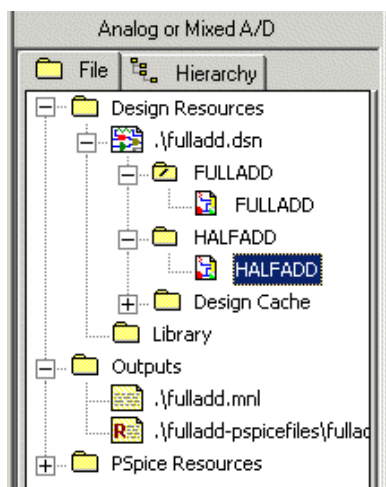

Рис. 3
- Добавить новую схему верхнего уровня (пустую) в проект через менеджер проекта (рис. 3)